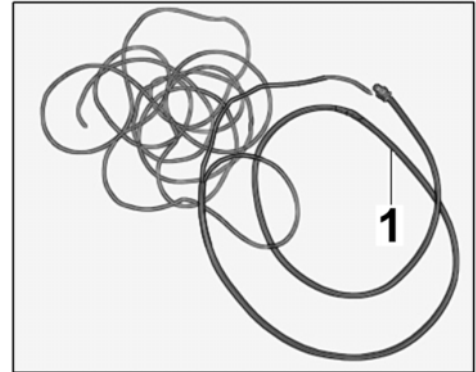

Bild 12
3.1.4 Leitungssatz Sport-Abgasanlage $\Rightarrow$ Bild 12 -1- mit Hilfe Schweißdraht (z. B. Rolle Metallschutzgas-Schweißgerät) in Kabelhülle 1,8 m lang einziehen.